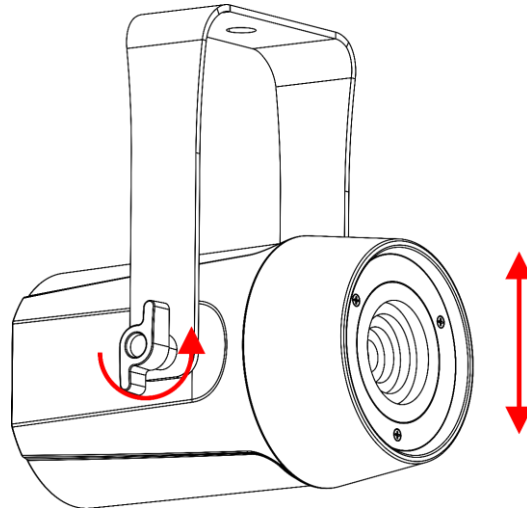

Fig. 06
- 01) Gire los 2 **tornillos de ajuste (02)** en sentido antihorario para soltarlos.
- 02) Inclíne el dispositivo en el ángulo deseado (consulte la Fig. 06).
- 03) Gire los 2 **tornillos de ajuste (02)** en sentido horario para apretarlos. Verifique que el dispositivo no puede moverse libremente después de apretar los 2 **tornillos de ajuste (02)**.